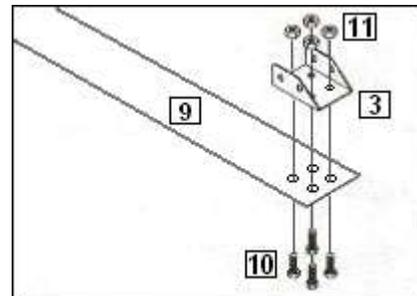

fig.2
c. Unir la placa ángulo (3) al tensor (9) mediante los tornillos M5x15 (10) y las tuercas (11), fig. 2, (bolsa ref. 557). Asegúrese que la parte angulada de la placa ángulo (3) mira en la dirección apropiada, tal y como se muestra en la fig. 2. La placa ángulo (3) debe estar unido al tensor en su parte superior, apretar las tuercas aleatoriamente.